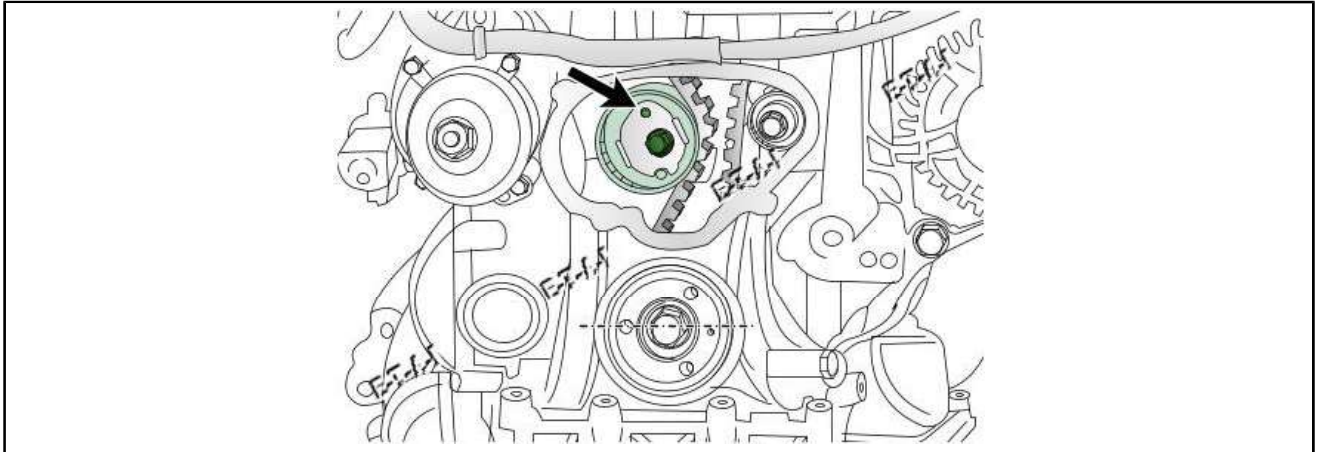

Fig.18
- Vérifier que la fixation est correcte Fig.18